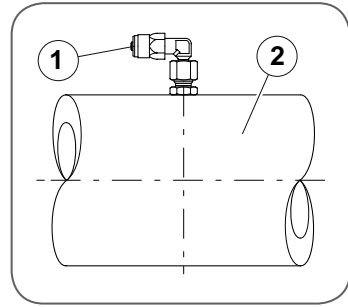

Abb. 7 - Anschlusswinkel am Achsrohr
1. Die Verschlusschraube am Achsrohr ► *Abb. 7*, (Pos. 2) vorsichtig demontieren.